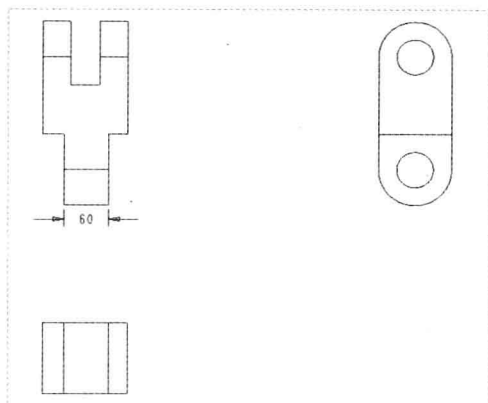

图 12-73 创建图元尺寸
Step 04 拖曳鼠标至下方合适位置处，单击鼠标中键，并在“依附类型”菜单管理器中选择“返回”选项，即可创建图元尺寸，如图 12-73 所示。